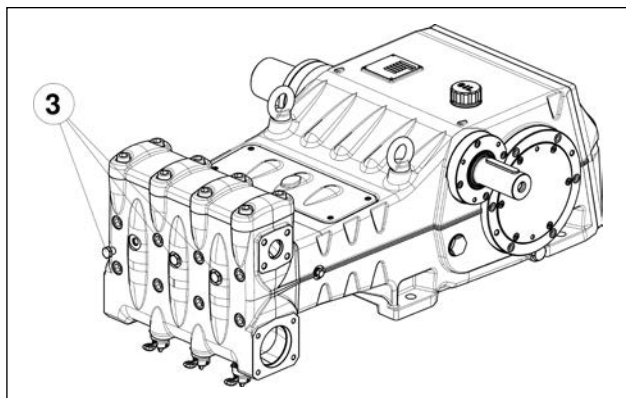

图11
如由于供给不足而出现吸液问题，可通过位置③ 图11的指示来拆除泵头(LK36除外)上的三个塞子进行处理。